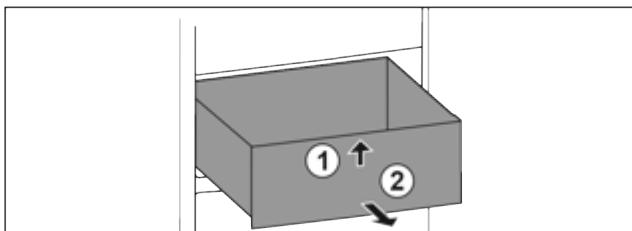

Fig. 61
- Підняти висувний ящик спереду. Fig. 61 (1)
- Вийняти висувний ящик рухом вперед. Fig. 61 (2)